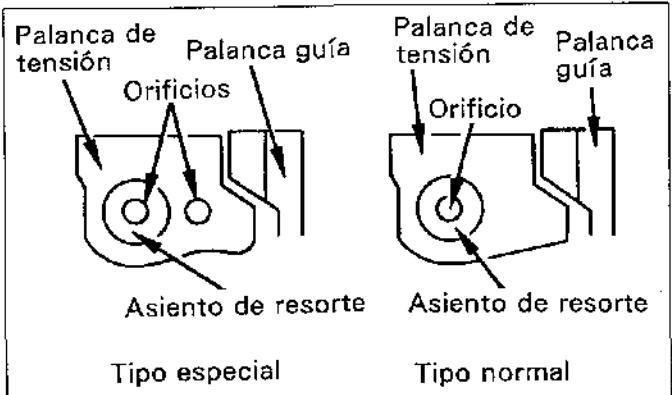

Figura.14-62
La palanca de tensión puede tener dos orificios para la fijación del asiento del resorte ⑨9 como se muestra en la figura.14-62. En este caso, instale el asiento de resorte ⑨9 en el que se extrajo el resorte durante el desmontaje de la bomba.